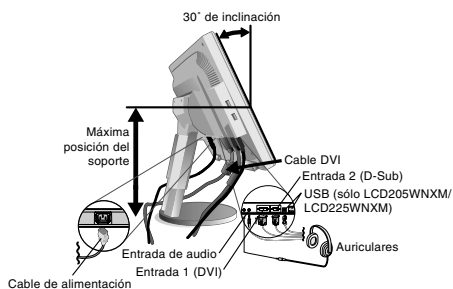
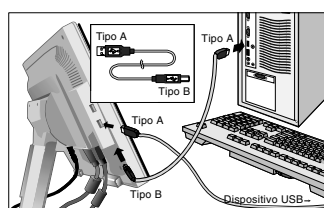

Figura B.1
Figura C.1
- Coloque una mano a cada lado del monitor para inclinar el panel LCD 30 grados y levántelo hasta alcanzar la posición más alta (figura B.1).
- Conecte todos los cables al conector apropiado de la parte posterior del monitor (figura B.1). Con el cable USB, conecte el conector del tipo B al puerto USB de upstream en la parte baja del monitor y el conector del tipo A al puerto de downstream del ordenador (figura C.1). Si puede usar el cable del dispositivo USB, utilice uno de los puertos de downstream situados a un lado o en la parte inferior del monitor. Conecte los auriculares (no incluidos) al conector apropiado de la parte trasera del monitor, si lo desea (figura B.1).